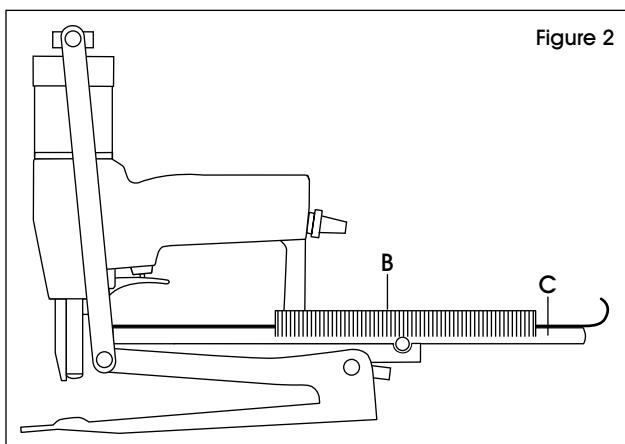

Figure 2
- Insérez la bande d'agrafes (B) dans le guide d'agrafes (C) depuis le côté gauche. (Voir Figure 2)